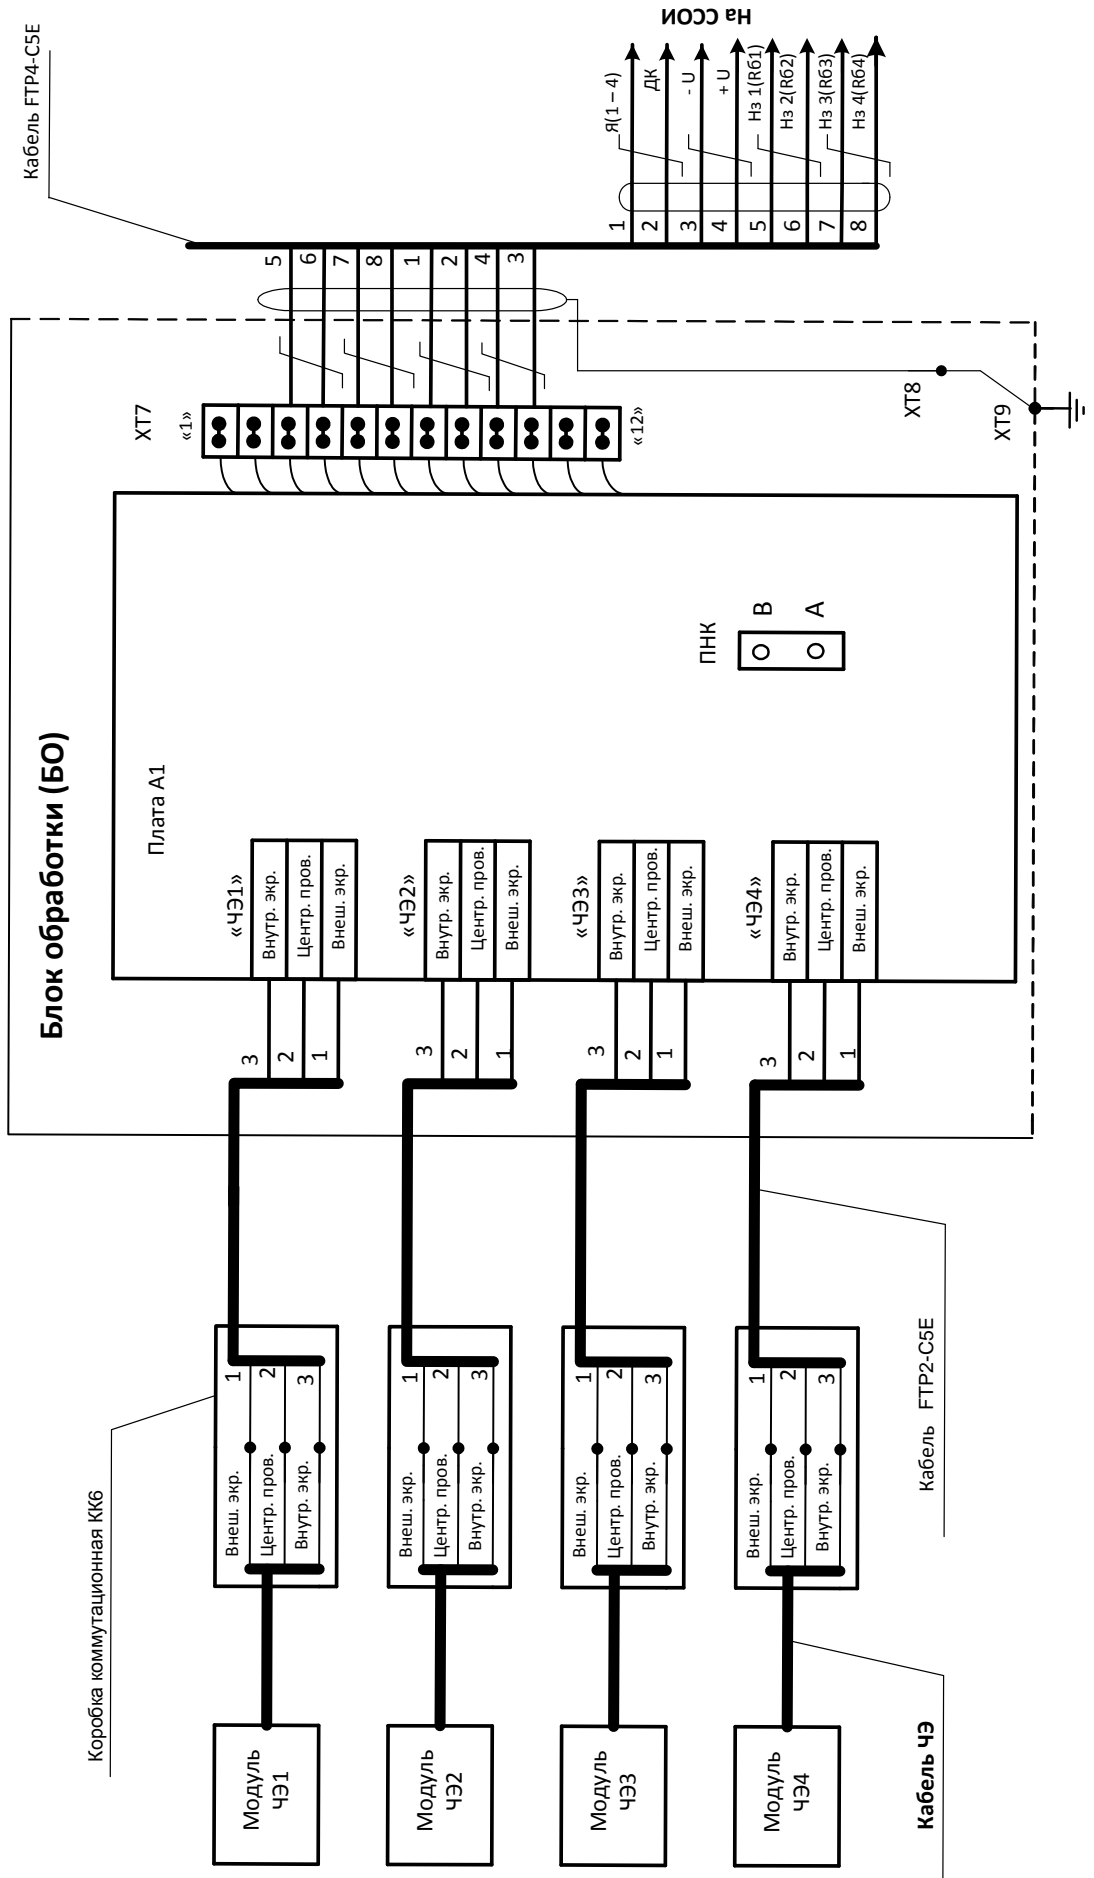

Рисунок 9.1 – Схема 1 подключения составных частей изделия.
2.4.1.2. В изделии используется четыре выходных реле с объединенными якорями (см. таблицу 3 и рисунок 9.1). На плате БО необходимо снять перемычки X1, X2, X3, X4, для подключения четырех выходных реле к ССОИ через сопротивления 6,2 кОм. Перемычки X1, X2, X3 и X4 замыкают резисторы 6,2 кОм. Если, вместо четырех реле необходимо использовать только два (по одному реле на участок), то выходной контакт Я(1-4) колодки ХТ7 не используется, выходные контакты первого и второго реле используются в качестве выходных контактов реле первого участка, а выходные контакты третьего и четвертого реле как выходные контакты реле второго участка, как показано на рисунке 10. На рисунке 10 перемычки X1 и X3 сняты, чтобы в каждом реле было по одному резистору 6,2 кОм.